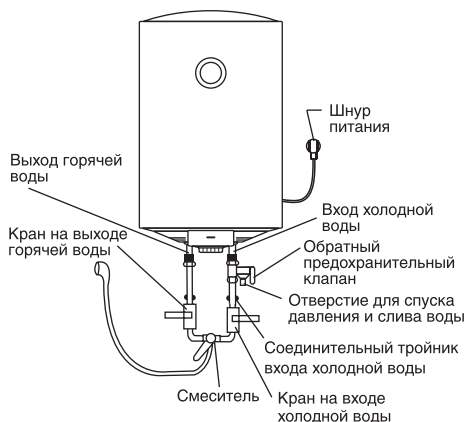

Рис. 5
5. Если необходимо реализовать многоканальную систему водоснабжения, используйте способ соединения (см. рис. 5 и 6).